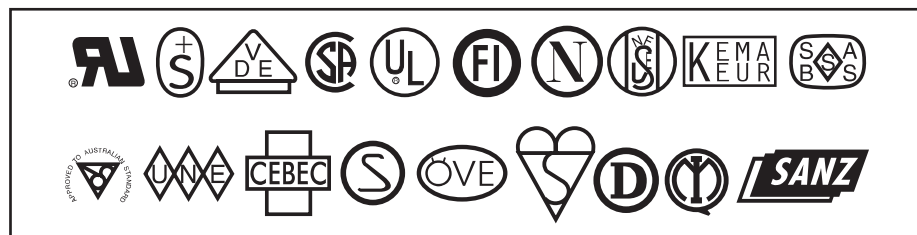
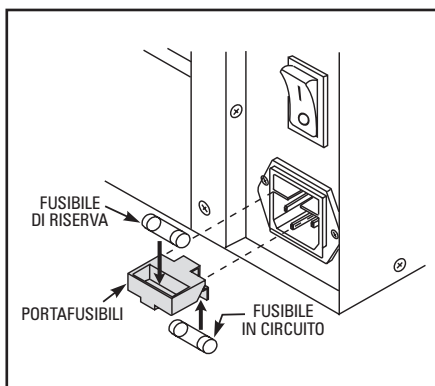

Figura 2
Figura 4
4. La spina a ca ed il connettore IEC a 320 devono portare il contrassegno di certificazione di almeno una delle organizzazioni internazionali di sicurezza conosciute mostrate nella figura 2.
I fusibili della stampante Serie XiIII sono del tipo metrico (5 x 20 mm, IEC) F5A, 250 V. Il modulo di allacciamento alla corrente alternata è dotato di due fusibili approvati situati nel portafusibili: uno è “in circuito” (“in-circuit”) e l’altro è fornito come fusibile di riserva (vedi la figura 4). I cappucci dell’estremità del fusibile devono portare il contrassegno di certificazione di un’organizzazione internazionale di sicurezza conosciuta (vedi la figura 2). Per sostituire un fusibile difettoso, seguire la seguente procedura.
2. Rimuovere il fusibile difettoso ed installare un nuovo fusibile nella posizione “in circuito” come mostrato nella figura 4. Se si utilizza il fusibile di riserva, ricordarsi di ordinare un nuovo fusibile di sostituzione. I fusibili possono essere ordinati presso il distributore Zebra.